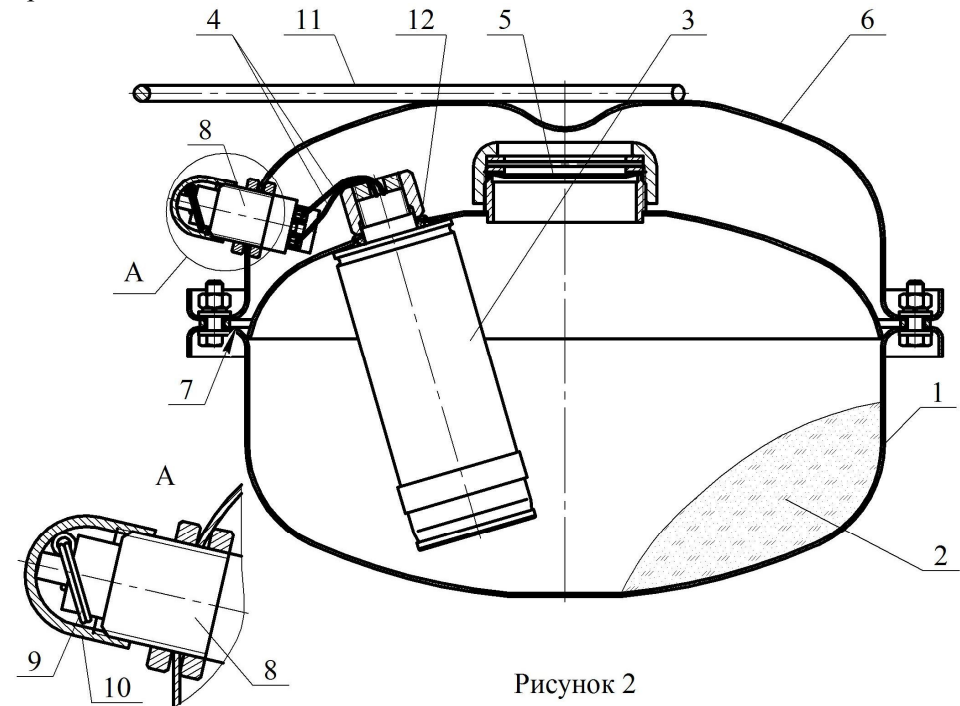

Рисунок 2
4.2.1 МПП (см. рисунок 2) состоит из корпуса 1, в котором размещаются ОП 2 и ИХГ 3 с элементом электропусковым 4. Сопловое отверстие для выхода ОП из корпуса перекрыто мембраной 5. Со стороны соплового отверстия корпус 1 соединен с отражателем 6. Насадок - распылитель 7 для выхода ОП представляет щелевой зазор между корпусом 1 и отражателем 6. На отражателе установлено устройство ручное пусковое 8, которое имеет чеку 9 для запуска МПП и закрыто заглушкой 10. МПП снабжен ручкой 11 для переноса и размещения модуля в зоне пожара.
- хранение МПП без заглушки **10** (см. рисунок 2);
2 необходимо использовать незаостренный стержень диаметром 1,5...2 мм. После восстановления верхнюю часть узла активации закрыть заглушкой 10 (см. рисунок 2).
6.2.2 Взять МПП за ручку **11** (см. рисунок 2), свободной рукой с устройства пускового ручного **8** снять заглушку **9** и извлечь чеку **10**.